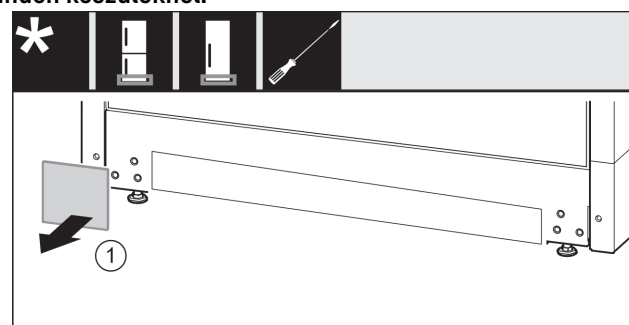

Fig. 19
- ▶ Vegye le a fedelet Fig. 19 (1).